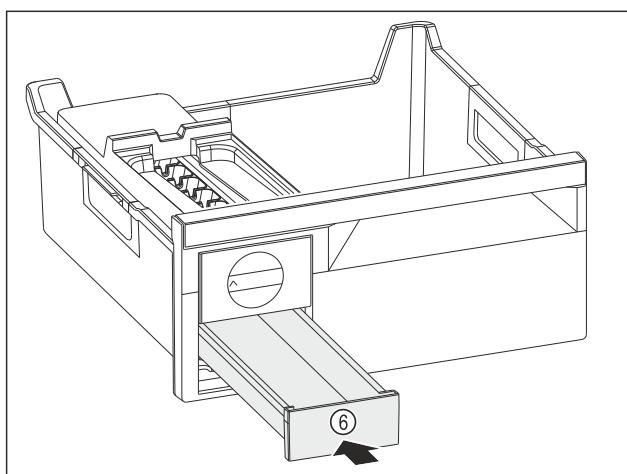

Fig. 83
- Вкарайте чекмеджето за ледени кубчета Fig. 83 (6).